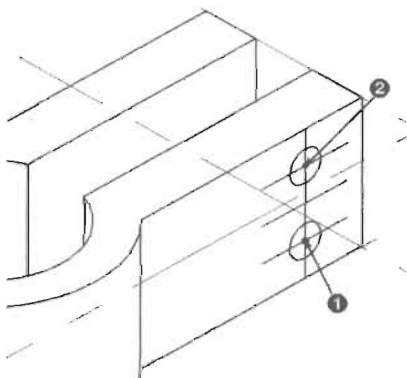

图 11-80
(17) 单击“绘图”工具栏中的“椭圆”按钮, 捕捉如图 11-80 所示的点 1 和点 2, 绘制两个半径为 3mm 的等轴测圆, 如图 11-80 所示, 命令执行过程如下。
指定等轴测圆的圆心: //捕捉如图 11-80 所示的点 1